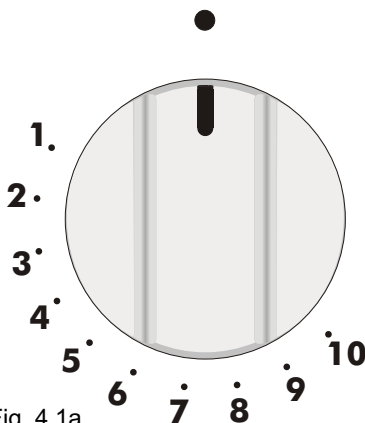

Fig. 4.1a
- 2 – Premere a fondo la manopola del termostato gas (fig. 4.1a) e tenendola sempre premuta ruotarla in senso antiorario fino alla posizione 10.